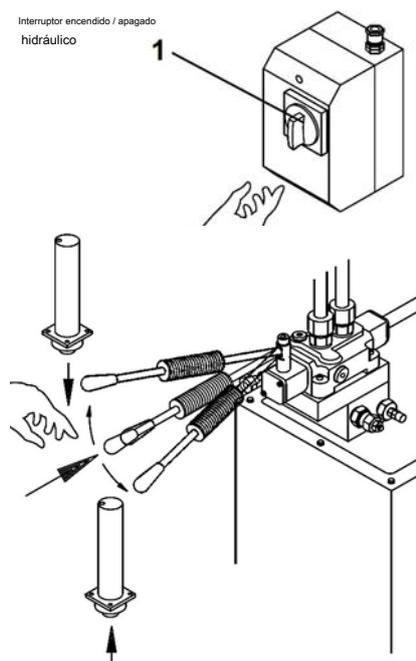

Fig.8: Interruptor ON-OFF (sistema hidráulico) y palanca de control
Paso 6: Use la palanca de control (Fig.8) para bajar el pistón (levantar) y verificar la wering del pistón.